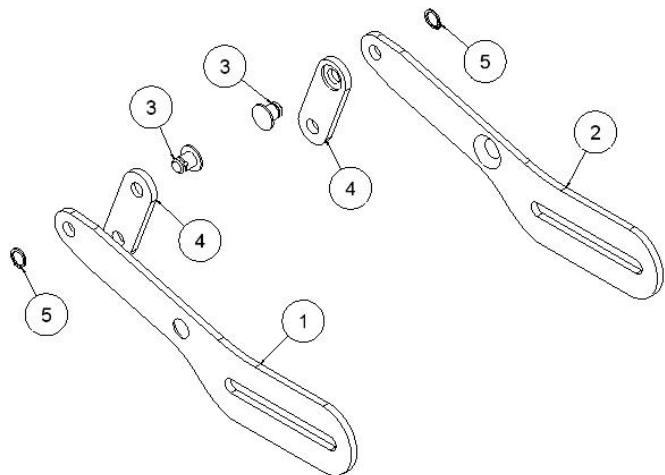

Figure. 1
L'ensemble tireur est formé par le tireur et de la came. Chacun des deux tireurs (1 et 2) doit être relié à une came (4) avec l'articulation (3). Afin de le fixer, on utilisera un anneau de sûreté DIN 471 M8 x 0,8 (5). Tel qu'il est indiqué dans la figure 1, les comes doivent être placées sur le côté interne du tireur (celui qui porte le noyage).